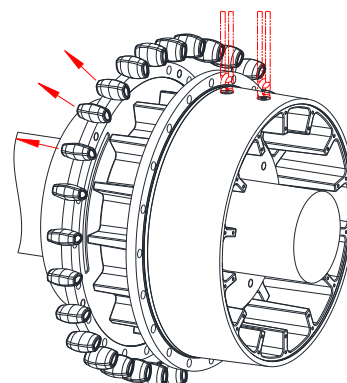

Fig. 28
- Retirez les élastomères individuels restants en les enlevant des cavités dans le sens radial (voir Figure 28).